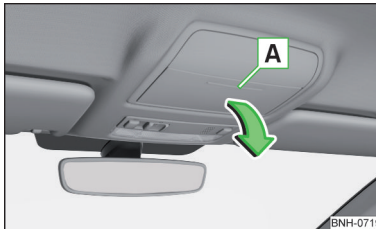

Abb. 91
- Zum **Öffnen** auf den Deckel des Brillenfachs im Bereich **A** drücken. Das Fach klappt in Pfeilrichtung » Abb. 91.